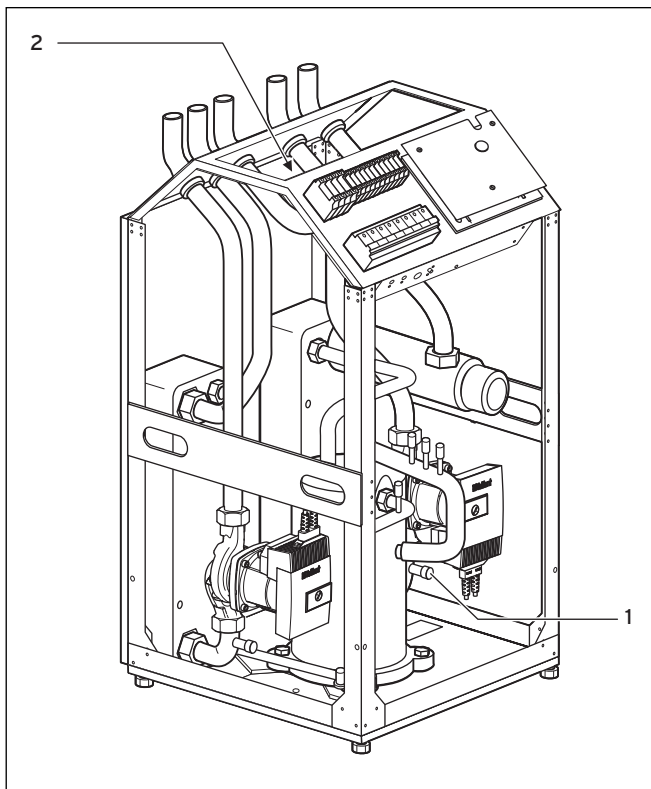

Abb. 6.1 Umschaltventil Heizung/Speicherladung und Füll- und Entleerungsventil des Heizkreises
- Drücken Sie dazu den weißen Umschalthebel (4) am Motorkopf des Umschaltventils Heizung/Speicherladung bis zum Einrasten in seine Mittelstellung. Dadurch sind beide Wege geöffnet und der Befüllvorgang wird verbessert, da vorhandene Luft im System entweichen kann.
- Nehmen Sie dazu die Schraubkappe am Füll- und Entleerungsventil des Heizkreises (→ Abb. 6.1, Pos. 2). ab